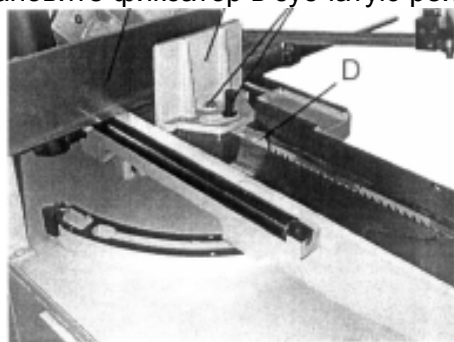

Рис. 18
2. Для быстрого перемещения приподнимите фиксатор (D, Рис. 18) передвиньте подвижную губку тисков в необходимое положение и снова установите фиксатор в зубчатую рейку.